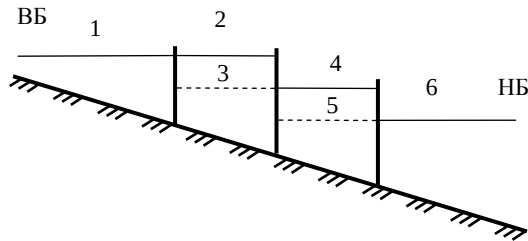

Рис. 1. Схема судопропуска через двухкамерный шлюз
- выравнивание уровней воды в верхнем (нижнем) бьефах и камере шлюза (положение 1–2 и 5–6 на рис.1);
- закрытие ворот и наполнение (опорожнение) камеры, что позволяет выровнять уровни воды в двух смежных камерах (положение 3–4 на рис.1);
На рис. 1 приняты обозначения: ВБ – верхний бьеф; НБ – нижний бьеф.
- момент окончания последнего судопропуска в предплановом периоде и готовность шлюза к приему судов из какого-либо бьефа (для лабораторной работы положение 5–6 на рис. 1), ч-мин;
- стоимость одной сливной призмы (перевод камеры шлюза из положения 2(3) в положение 4(5) – это судопропуск из верхнего в нижний бьеф), руб.;
- рис. 1 – прогноз прибытия судов к шлюзу;
Порядок разработки рис. 1